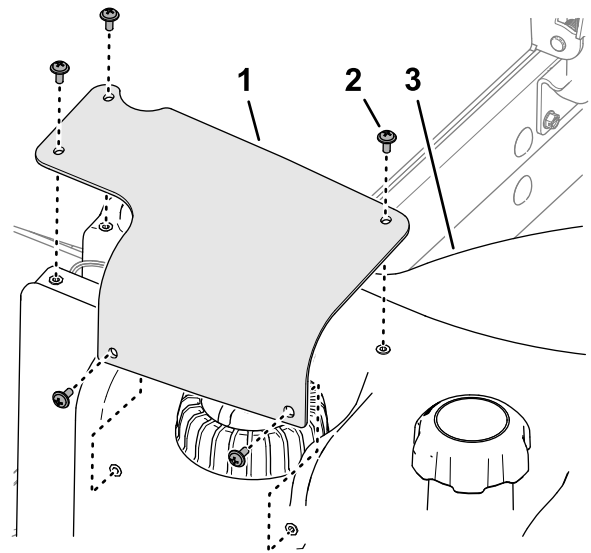

Figura 93
7. Alinee los orificios de la tapa del sensor de combustible con los orificios del depósito de combustible, y sujete la tapa al depósito con los 5 tornillos Phillips (Figura 93).